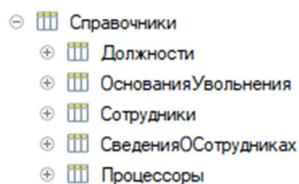

Рис. 1.2. Справочники
2. Добавим справочники в нашу сборку (рис. 1.2).